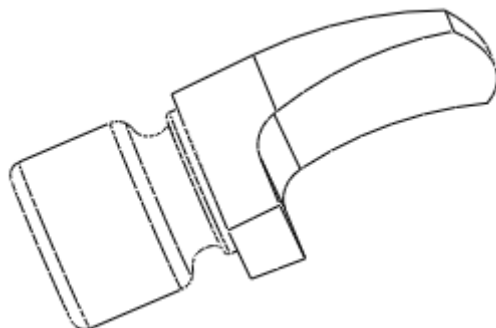

图 40-26
(4) 单击草绘命令工具栏中的  按钮，返回拉伸特征操控板，调整材料的移出方向，单击  按钮，完成特征的建立，如图 40-26 所示。